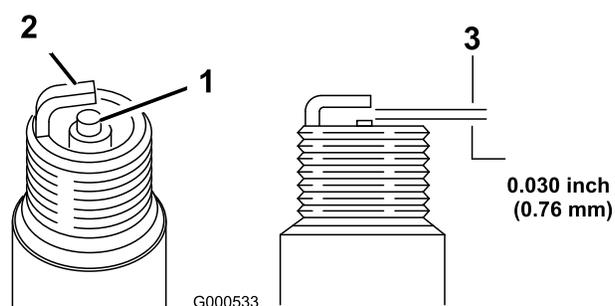

Figura 38
1. Controllate il centro della candela (Figura 38). Se l'isolatore è marrone chiaro o grigio, il motore funziona correttamente. Una patina nera sull'isolatore significa in genere che il filtro dell'aria è sporco.
2. Controllate la distanza tra gli elettrodi centrale e laterale (Figura 38). Piegate l'elettrodo laterale (Figura 38) se la distanza non è corretta.